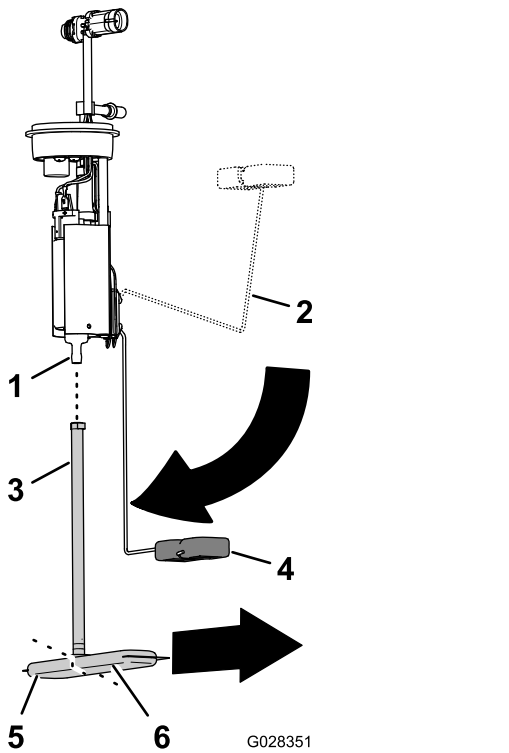

Bild 88
- Entfernen Sie das Aufnahmerohr des Kraftstofffilters aus dem Anschlussstück der Kraftstoffpumpe (Bild 88).
- Richten das Aufnahmerohr des neuen Kraftstofffilters am Anschlussstück der Kraftstoffpumpe aus (Bild 88).
- Richten Sie das lange Teilstück des Kraftstofffilters mit dem Schwimmer aus, wenn sich der Schwimmerarm in der Stellung des leeren Kraftstofftanks befindet (Bild 88).
- Schieben Sie das Anschlussstück der Kraftstoffpumpe in das Aufnahmerohr, bis das Anschlussstück vollständig sitzt (Bild 88).
- Setzen Sie die Kraftstoffpumpe/Zuführeinheit in die Öffnung im Tank (Bild 87 und Bild 88).